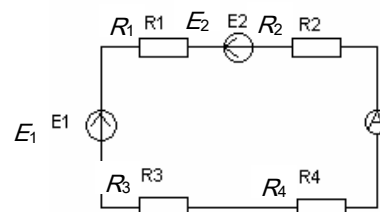

Рис. 1.4
- а) собрать схему, показанную на рис. 1.4;
- 8 Каким образом изменится работа схемы на рис. 1.4, если в разрыв контура включить источник тока по направлению и величине, совпадающим с током в данной цепи?